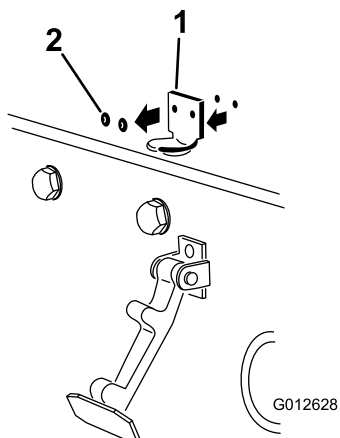

Figura 3
2. Rimuovete i 2 rivetti che fissano la staffa del fermo del cofano al cofano (Figura 3). Rimuovete la staffa del fermo del cofano dal cofano.